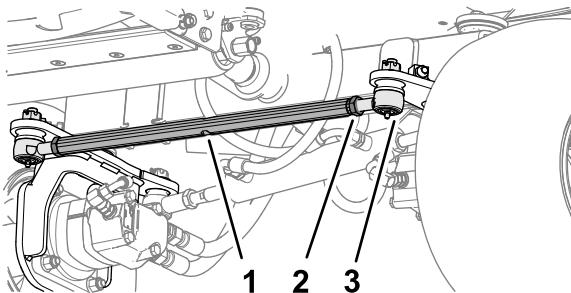

Bild 65
1. Lösen Sie an der Vorderseite des Hinterrads die beiden Sicherungsmuttern, mit denen die Spurstangenbaugruppe an den Stangenenden befestigt ist (Bild 65).
2. Richten Sie die Räder durch Drehen der Spurstange aus (Bild 65).
5. Ziehen Sie die beiden Sicherungsmuttern an, um die Spurstangenbaugruppe und die Stangenenden zu sichern (Bild 65).